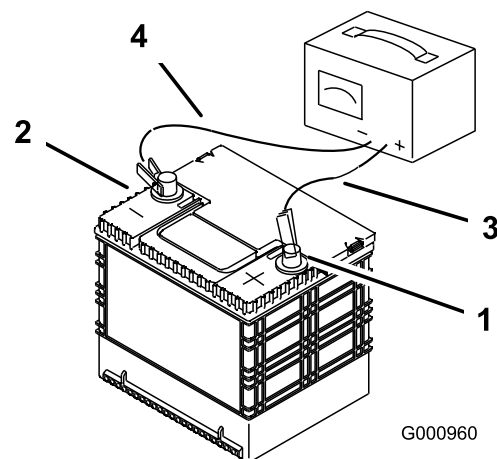

Figura 55
2. Cuando la batería esté completamente cargada, desconecte el cargador de la toma de electricidad, luego desconecte los cables del cargador de los bornes de la batería (Figura 55).